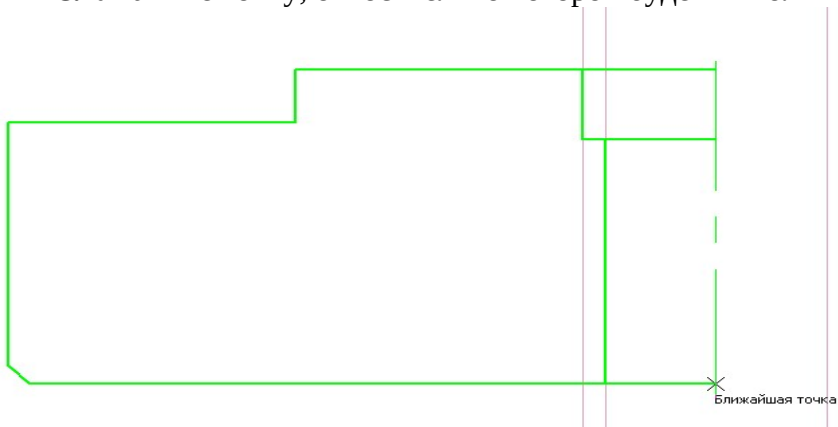

Рис. 9
c. Укажите точку, относительно которой будет выполняться симметрия (рис.9).